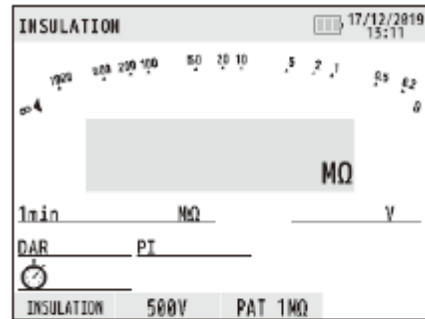

Fig.16-3
(1) Maintenez l'interrupteur MEM enfoncé pendant 1 seconde en mode veille pour passer en mode RECALL et l'écran LCD affiche une liste des données enregistrées. (Fig. 16-3)